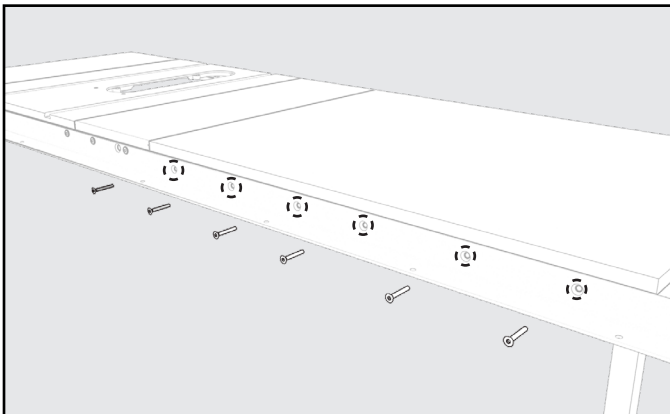
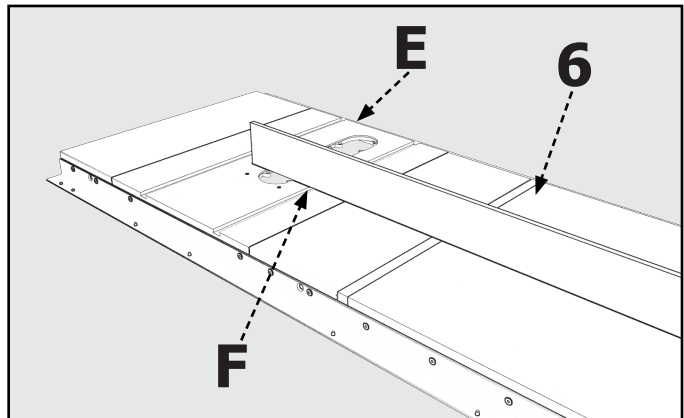

FIGURA 9
FIGURA 8
4. Coloque el ensamble de la mesa (6) en su correspondiente posición, entre ambos carriles, como se muestra la **Figura 8**. Asegúrese de que el borde de la mesa de la sierra (B) esté al ras de la mesa de extensión.
5. Usando un borde recto (C), asegúrese de que la mesa de extensión se encuentre en el mismo plano y nivel que la mesa de la sierra. Si fuese necesario, presione levemente hacia arriba o abajo y ajuste las patas niveladoras para que se pueda nivelar la mesa de extensión con la mesa de la sierra.
6. Use sujetadores de barra para sujetar la mesa de extensión a los carriles guía delantero y trasero como muestra la **Figura 9**.
7. Usando los orificios de ambos carriles como guía, como se muestra en la **Figura 9**, perfore orificios de 1/4" en la parte delantera y trasera de la mesa de extensión.